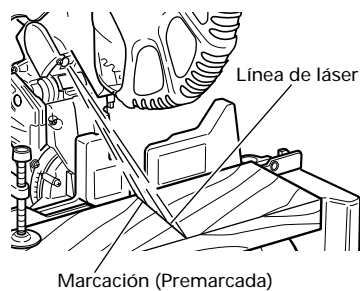

Fig. 20
- (3) Tras ajustar la posición de la línea de láser, trace sobre la pieza de trabajo una línea de tinta en ángulo recto y alinee la línea de tinta con la línea de láser. Cuando alinee la línea de tinta, deslice gradualmente la pieza de trabajo y asegúrela con el tornillo de carpintero en la posición en que la línea de láser coincida con la línea de tinta. Trabaje de nuevo en el ranurado y verifique la posición de la línea de láser. Si desea cambiar la posición de la línea de láser, vuelva a realizar los ajustes desde los pasos (1) a (3).
**NOTA:** Compruebe sobre una base periódica que la posición de la línea de láser sea la correcta. Con respecto al método de verificación, trace una línea de tinta en ángulo recto sobre una pieza de trabajo de aproximadamente 1-1/2" (38mm) de alto y 3-1/2" (89mm) de ancho, y compruebe que la línea de láser coincide con la línea de tinta. [La desviación entre la línea de tinta y la línea de láser debe ser inferior al ancho de la línea de tinta (0.5mm)]. (Fig. 20)